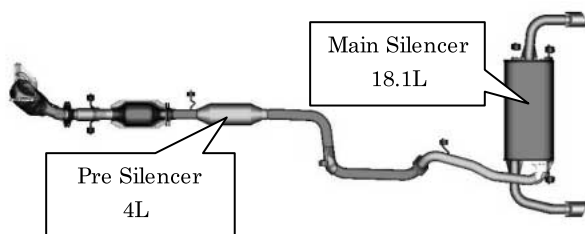

Fig.5 Exhaust System of 2.3L Turbo Engine
2.3Lターボモデルのメインサイレンサも同じく、旧モデル比、Volumeをアップするとともに、Dualテールパイプを採用し、高周波音を低減した排気サウンドにチューニングした。Fig.5に2.3Lターボモデルの排気系を示す。